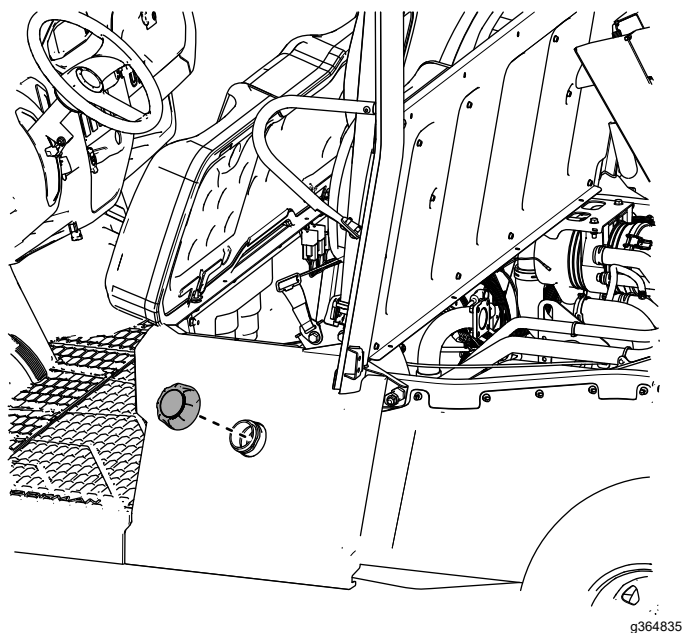

Figure 35
23. Remettez le bouchon du réservoir de carburant sur panneau de base gauche du siège (Figure 35).